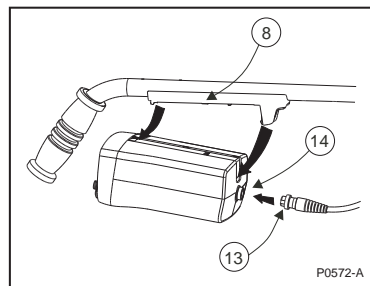

Figure 5 - Assemblage Boîtier de contrôle/Canne supérieure
- Placez le boîtier de contrôle (1) de sorte que sa cavité soit alignée avec le système de verrouillage (8) de la canne supérieure. Poussez et emboîtez le boîtier de contrôle jusqu'à entendre un "clic" indiquant son verrouillage correct (voir figure 5).
b) Glissez dans la partie en plastic noir du boîtier de contrôle, le support (8).
d) Emboitez le boîtier de contrôle sur le support arrière (voir figure 5).
f) Branchez le connecteur (13) de la tête de détection sur la prise (14) de la face arrière du boîtier de contrôle.